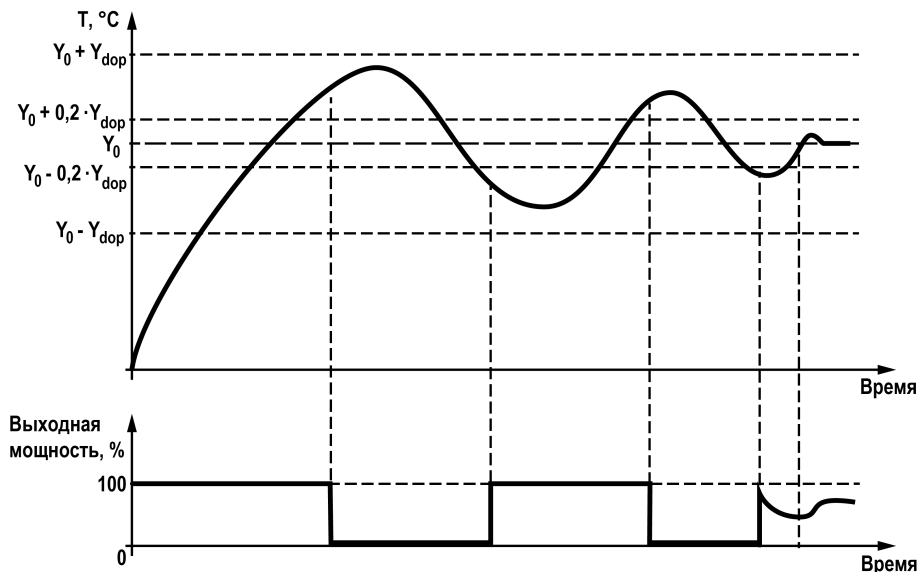

Рисунок 7.10 – Пример АНР
2. С помощью ПО «Конфигуратор TPM251» или кнопок на лицевой панели прибора установить значения параметров **Y0** и **Ydop**. В процессе автонастройки регулируемая величина будет колебаться около уставки **Y0**. Параметр **Ydop** определяет момент переключения выходной мощности двухпозиционного регулятора. Переключение происходит по достижении регулируемым параметром значения **Y0 - 0,2 × Ydop** и **Y0 + 0,2 × Ydop** с небольшим запаздыванием по времени (см. *рисунок 7.10*). Во время регулирования температуры рекомендуемое значение **Ydop** находится в диапазоне 5...30 °C, оптимальное значение параметра подбираются исходя из характеристик объекта. Максимальное значение регулируемого параметра во время автонастройки может превысить **Y0 + Ydop**, что не является ошибкой алгоритма АНР.